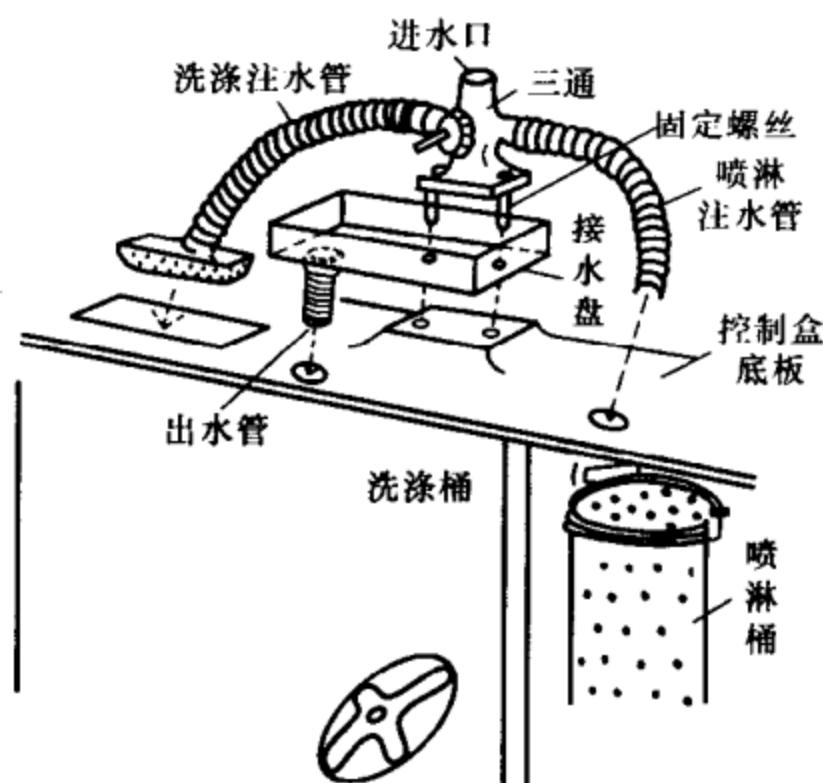

图 1-60 三通底座下装接水盘示意图
水，可以流在接水盘内。制作方法如下：①在接水盘底部钻两个与三通底座固定螺丝对应的小孔，用以固定接水盘。在接水盘底部的靠外侧，钻一直径 10mm 的孔，用以装出水管；②出水管用长 50mm、直径 10mm 的铜管做成上大下小的喇叭状，并在铜管外壁套丝。在出水管与接水盘连接之间，垫一薄的橡胶垫，然后用铜螺母锁紧，固定在接水盘上，如图 1-60 所示；③在洗衣机控制盒底板相应位置，钻一直径 10mm 的孔，用以插入水管并伸入洗涤桶内。最后用螺钉紧固接水盘。
(2) 把三通锁紧密封盖旋下，取出压紧弹簧，用几